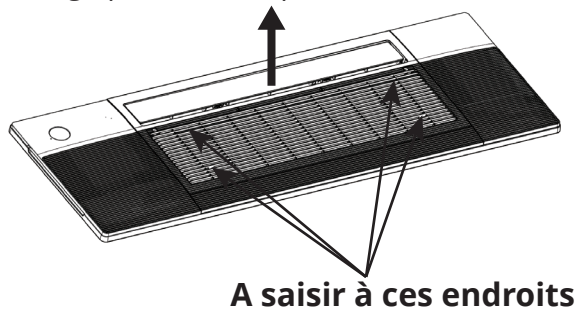

Figure 7.1
1. Saisissez délicatement la grille d'admission d'air avec vos doigts et tirez-la lentement pour la laisser pendre du panneau comme indiqué sur la **figure 7.1** ci-dessous. Ceci est nécessaire pour accéder à certains des trous pour les vis de montage pour fixer le panneau à l'unité.
- Tout le câblage doit être effectué conformément aux schémas de câblage indiqués à la figure 7.1 et démontrés dans les images présentées ici.